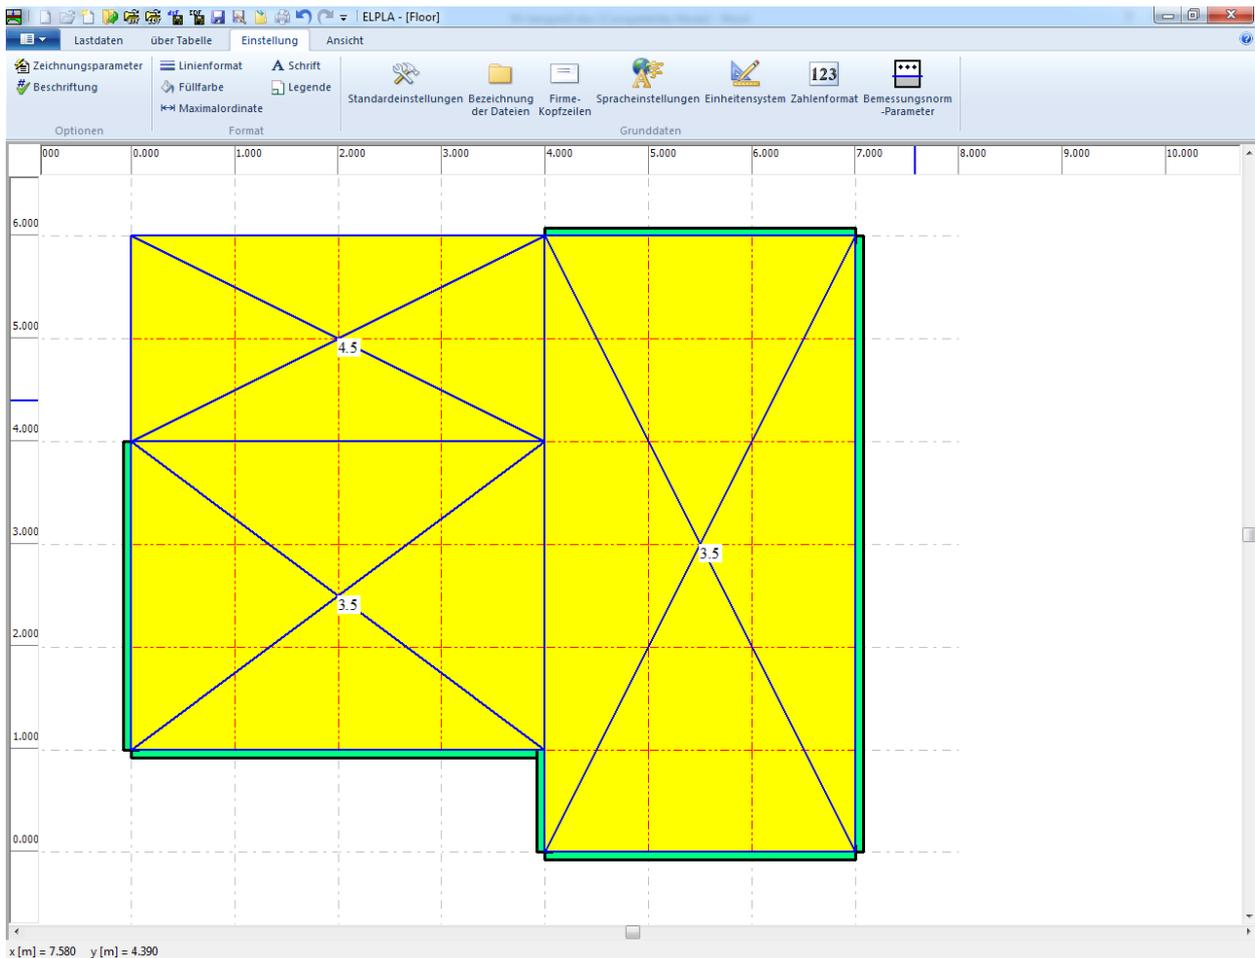

Bild 2.34 Lasten P auf dem Bildschirm
Wiederholen Sie die vorherigen Schritte, um die übrigen Flächenlasten im Netz einzufügen. Nachdem Sie die Definition aller Flächenlasten beendet haben, sollte der Bildschirm wie das folgende Bild 2.34 aussehen.
- Wählen Sie "Speichern" aus dem "Datei"-Menü im Bild 2.34, um die Lastdaten zu speichern
- Wählen Sie "Schließen" aus dem "Datei"-Menü im Bild 2.34, um zum Hauptfenster des Programms *ELPLA* zurückzukehren